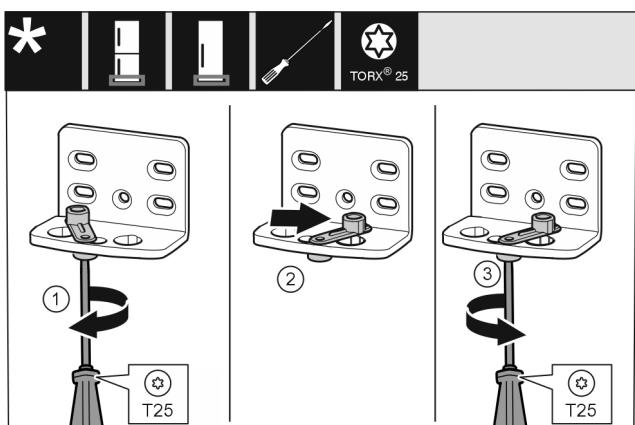

Fig. 14
- Volne zaskrutkujte skrutku Fig. 14 (1) skrutkovačom.
- Nadvhňte pomocku na zatváranie dverí Fig. 14 (2) a otočte ju o 90° doprava v otvore.
- Pevne utiahnite skrutku Fig. 14 (3) skrutkovačom.